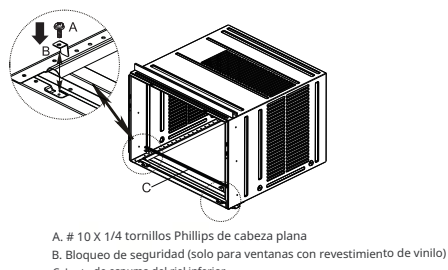

Fig.13B
- Para ventana con revestimiento de vinilo: Coloque dos bloqueos de seguridad en los agujeros ubicados en la parte inferior del mueble y conduzca dos tornillos de cabeza Phillips de 1/4" #10X1/4" a través de los bloqueos de seguridad en el mueble como se muestra (Fig.13B).